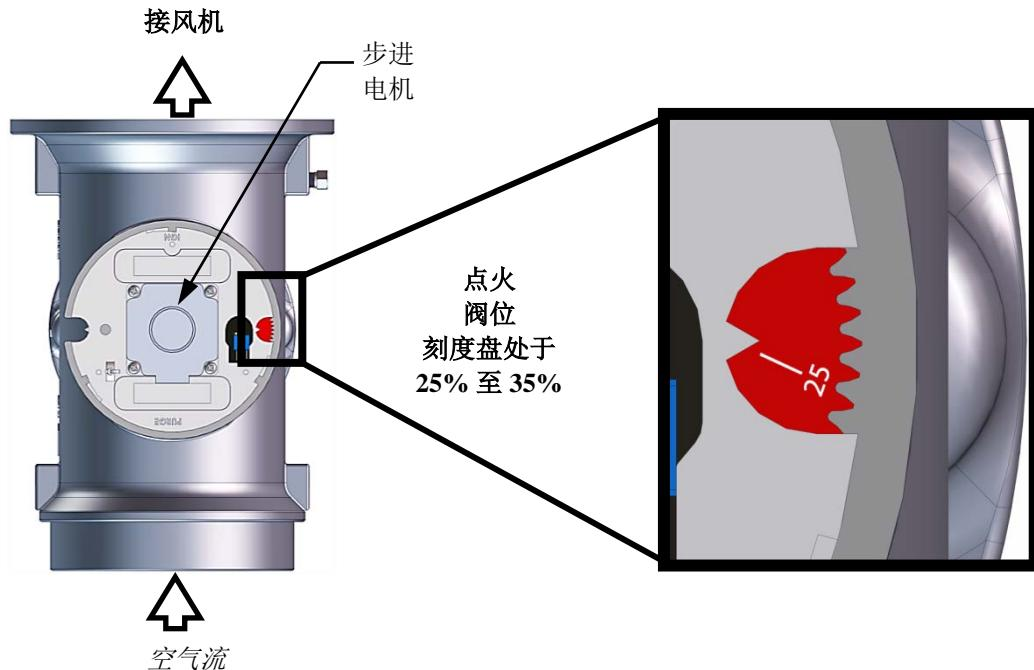

图 3-6：点火位置的空气/燃料阀
- 空气/燃料阀将旋转至低火（点火位置）位置并关闭点火开关。空气/燃料阀（图 3-6）的刻度盘将显示 25 到 35 之间，表示阀门处于低火位置。